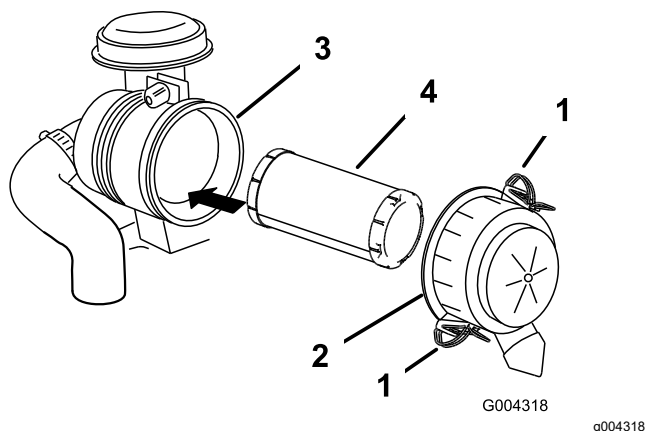

図 38
3. エアクリーナのラッチを外し、ボディーからカバーを抜き出す 図 38。
5. エアクリーナのボディーから、フィルタをすずかに引き出す (図 38)。